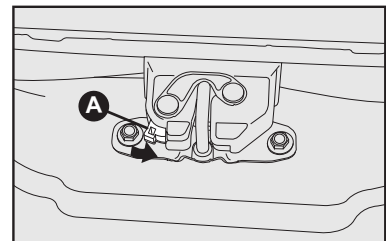

fig. 83
#### ABERTURA DE EMERGÊNCIA DA TAMPA DO PORTA-MALAS - fig. 83
**2-** Através do pino **A-fig. 83** existente à esquerda da fechadura, destravar no sentido da seta para abertura da tampa.